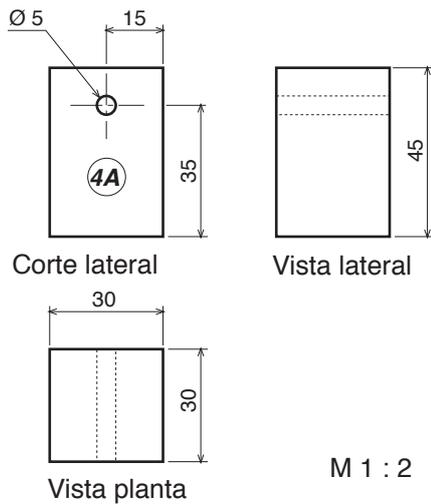

Fig.: 2
3.1.3 - Serrar del listón (4) de 30 x 30 x 250 mm. una pieza de 45 mm. (4A). Pulir la pieza y hacer una perforación de $\varnothing 5$ mm. como se indica en la fig. 2.